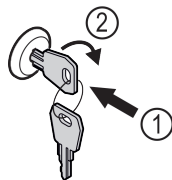

Fig. 149 Shembull ilustrues
- Shtyni çelësin brenda Fig. 149 (1).
- Rrotulloni çelësin me 90° në drejtimin orar Fig. 149 (2).